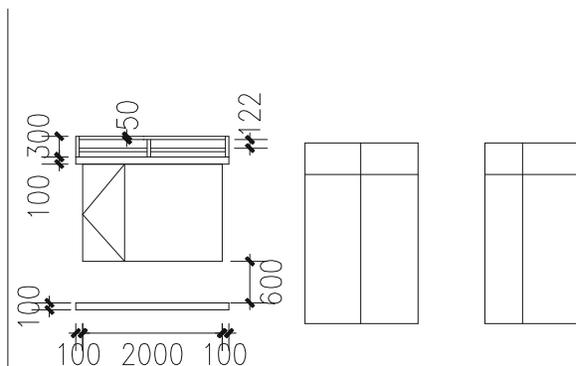

图 12-1-5
**STEP 08** 使用偏移命令 OFFSET 和修剪命令 TRIM 绘制左边次卧窗户的窗台及窗户顶上小栏杆如图 12-1-5 所示，再使用镜像命令将其镜像一份放在右边的次卧。